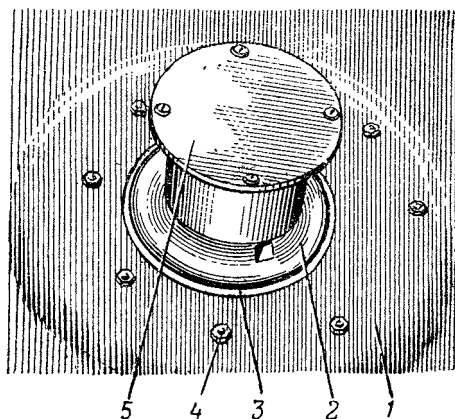
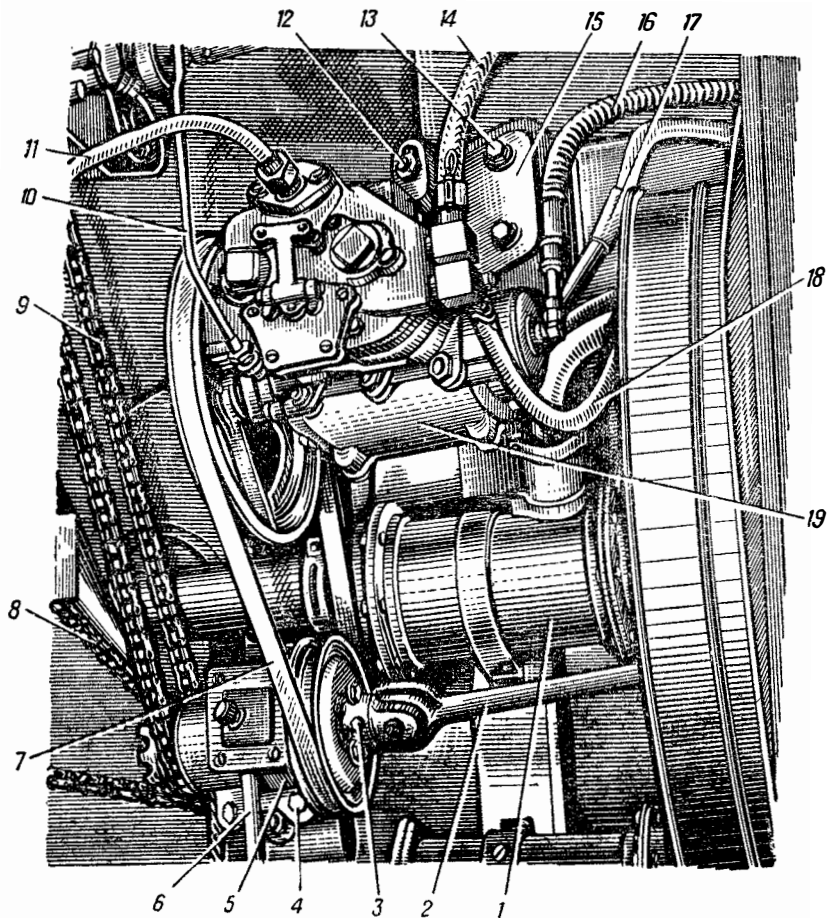

Рис. 83. Установка кабестана:
Рис. 84. Установка компрессора и механизма включения кабестана:
2. Отвернуть гайки болтов 4 (рис. 83) крепления кабестана 2 к крыше 1 передней части корпуса машины. Опустить кабестан вниз, снять цепь и вынуть кабестан в сборе из машины.
1. Проверить наличие и состояние резиновой прокладки 3 (рис. 83) кабестана 2. При необходимости покрыть прокладку клеем и установить на корпус кабестана.
2. Подать кабестан в сборе в машину и надеть цепь 8 (см. рис. 84) на звездочку кабестана и звездочку механизма 5. Установить кабестан на место и закрепить болтами 4 (рис. 83) с гайками и пружинными шайбами (см. технические условия, п. а).
2. Расшплинтовать, вынуть палец и отсоединить продольную тягу включения механизма от оси 6 (рис. 84) вилки включения кабестана. Отсоединить пружину от оси.
так, чтобы шкив механизма находился в одной плоскости со шкивом компрессора, а звездочки — со звездочками кабестана и редуктора механизма ручного запуска двигателя; отклонение звездочек допускается в пределах $\pm 0,5$ мм, шкивов — в пределах ± 1 мм; если отклонение свыше допустимого, ослабить болты 4 (рис. 84), сдвинуть механизм вперед или назад и закрепить болтами;
2. Ослабить хомуты гибких шлангов *14*, *17* и *18* (рис. 84) и отсоединить от штуцеров и патрубка компрессора *19*.
Технические условия на установку компрессора. Натяжение ремня *7* (рис. 84) должно быть таково, чтобы прогиб от усилия руки, приложенного к ремню в середине между шкивами механизма включения кабестана и компрессора, был не более *15 мм*. Натяжение ремня производить перемещением компрессора в сторону правого борта машины. Для перемещения необходимо ослабить гайки *12*, сдвинуть компрессор на необходимую величину и закрепить гайками.